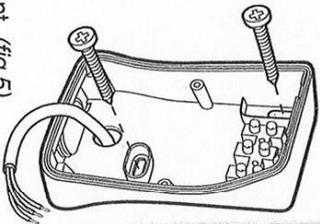

fig. 4
- 5 Fixer le socle à l'aide des vis fournies. (fig. 4)